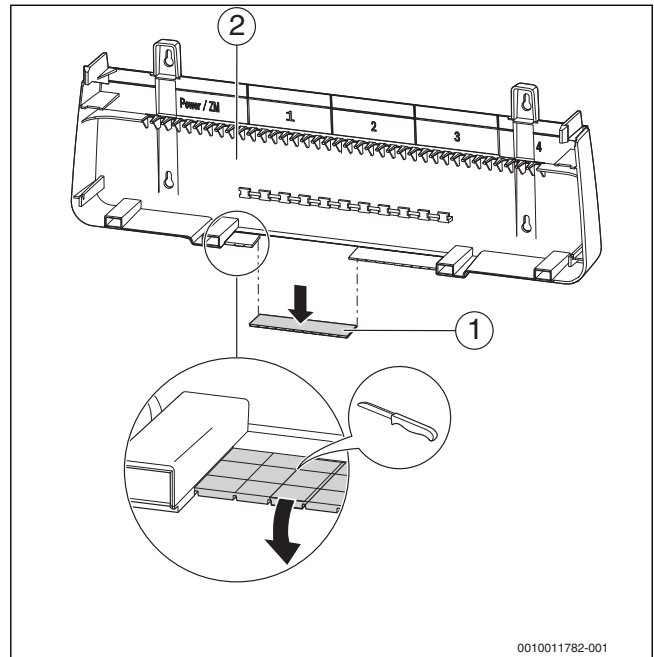

Рис. 33 Подготовка кабельного прохода
- ▶ Выломайте заглушки (→ рис. 33, [1], стр. 30) в задней стенке кабельного прохода.